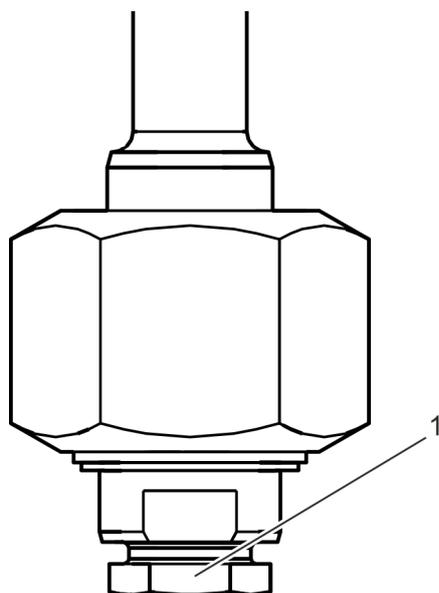

Fig. 20: Soltar el elemento roscado de apriete
- 12.** ▶ Suelte el elemento roscado de apriete (Fig. 20/1) girando la llave del 27 hacia la izquierda.